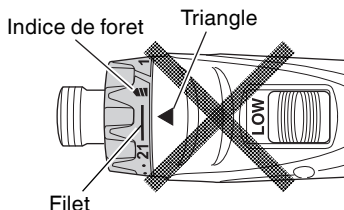

Fig. 9
- N'utilisez pas l'outil avec le sélecteur de débrayage positionné entre le chiffre "21" et la ligne au centre du indice de forêt "△", vous risqueriez de l'endommager (Voir Fig. 9).